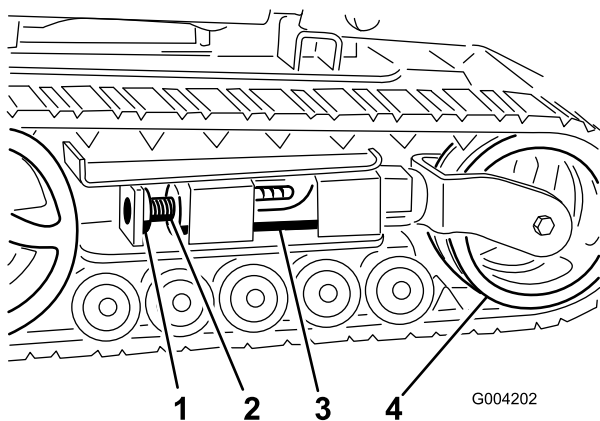
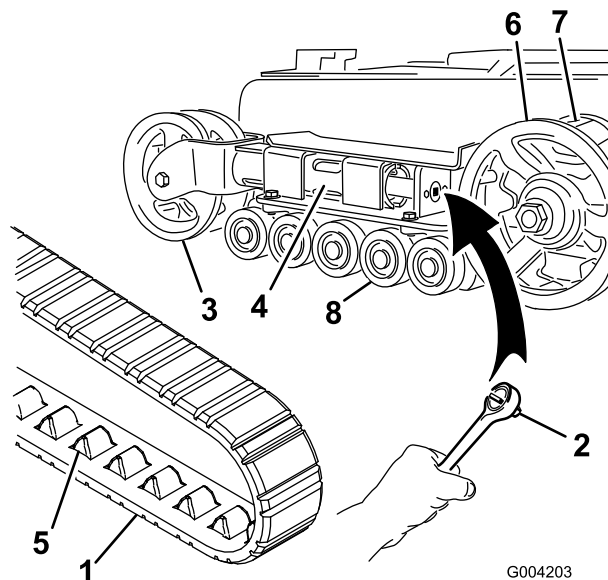
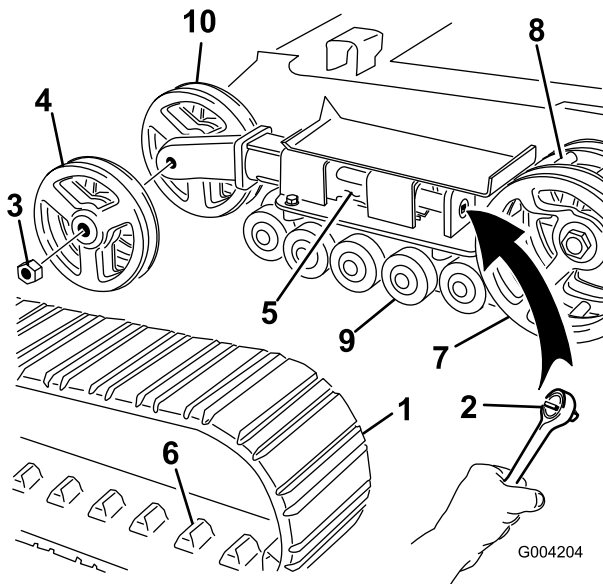

Figura 45
Figura 46
Figura 47
4. Retire el perno de bloqueo y la tuerca (Figura 45).
- Alinee la muesca más próxima del tornillo tensor con el taladro del perno de bloqueo, y fije el tornillo con el perno de bloqueo y la tuerca (Figura 45).
- Empuje la rueda tensora hacia la parte de atrás de la unidad de tracción para mover el tubo tensor contra el bastidor (Figura 46).
- Cuando haya retirado la oruga de la rueda tensora, retírela del piñón de arrastre y de las ruedas de rodaje (Figura 46).
- Empezando en la rueda motriz, pase la oruga nueva alrededor de dicha rueda, asegurándose de que los salientes de la oruga encajen entre los dientes del piñón (Figura 46).
- Empuje la oruga por debajo de y entre las ruedas de rodaje (Figura 46).
Nota: Tiene orugas estrechas si las ruedas de tensión delanteras están montadas dentro de una horquilla en el extremo del tubo de tensión (Figura 46).
- Retire el perno de bloqueo y la tuerca (Figura 45).
- Usando una llave de carraca de $\frac{1}{2}$ ", alivie la tensión en la oruga girando el tornillo tensor en sentido horario (Figura 45 y Figura 46).
Nota: Tiene orugas estrechas si las ruedas de tensión delanteras están montadas en los laterales del extremo del tubo de tensión (Figura 47).
5. Usando una llave de carraca de ½", alivie la tensión en la oruga girando el tornillo tensor en sentido horario (Figura 45 y Figura 47).
6. Empuje la rueda tensora hacia la parte de atrás de la unidad de tracción para mover el tubo tensor contra el bastidor (Figura 47).
7. Retire la tuerca que fija la rueda tensora exterior y retire la rueda (Figura 47).
8. Retire la oruga (Figura 47).
9. Retire la tuerca que fija la rueda tensora interior y retire la rueda (Figura 47).
13. Instale la rueda tensora interior y fíjela con la tuerca que retiró anteriormente (Figura 47).
15. Instale la oruga nueva, asegurándose de que los salientes de la oruga encajen entre los dientes del centro la rueda motriz (Figura 47).
16. Instale la rueda tensora exterior y fíjela con la tuerca que retiró anteriormente (Figura 47).
6. Coloque el tapón engrasado sobre la cabeza del perno (Figura 46).
7. Sujete el tapón de la rueda de rodaje con la anilla a presión (Figura 46).